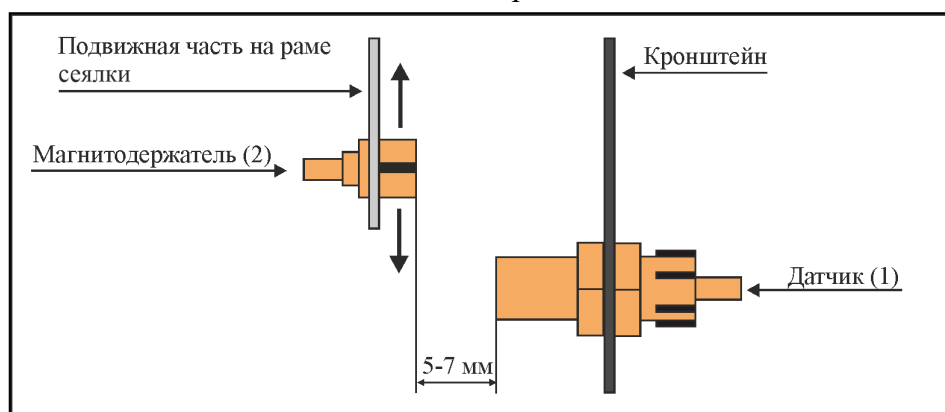

Рисунок 40 – Датчик положения рамы системы контроля высева
Магнитодержатель (2) устанавливается на подвижный элемент рамы сошники. Зазор между магнитодержателем и датчиком должен быть 5 – 7 мм, рис. 40.